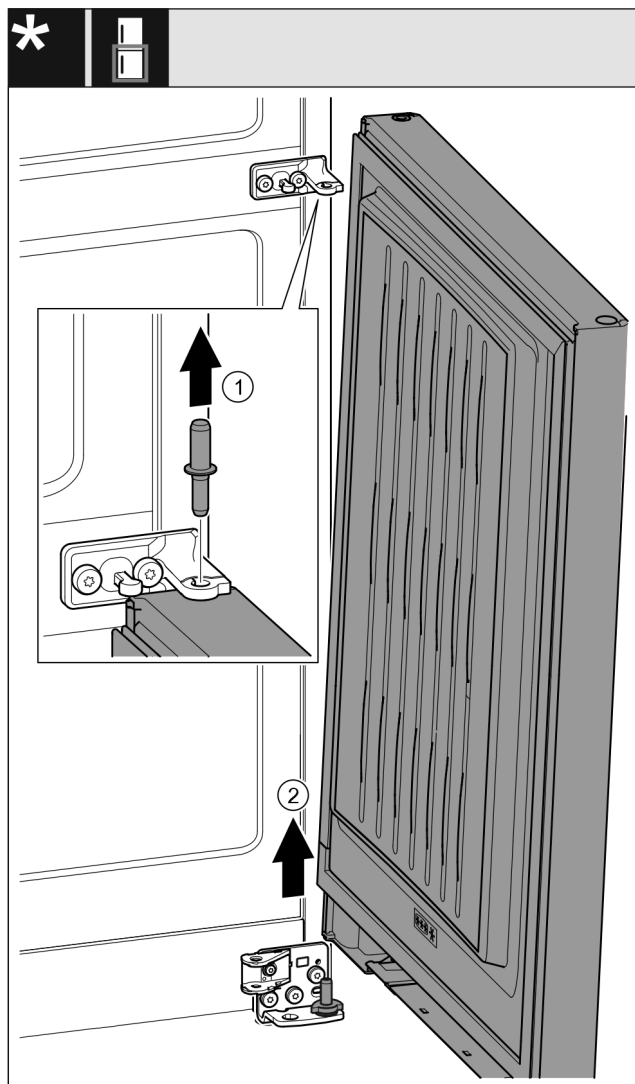

Fig. 27 Avec amortisseur de fermeture*
- Retirer l'axe Fig. 27 (1) par le haut.*
- Faire pivoter la porte Fig. 27 (2) vers l'extérieur, la retirer par le haut et la mettre de côté.*